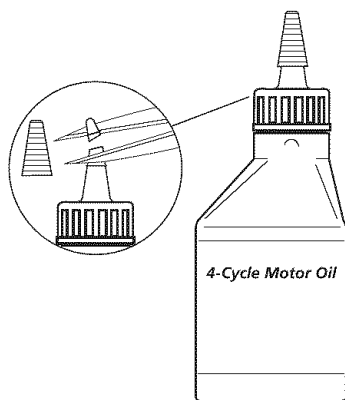

Fig. 5
Su unidad trae una botella de aceite SAE 30 SF, SG, SH de 90 ml (3,04 onzas fluidas) (Fig. 5).
1. Desensrosque la tapa de la botella de aceite y retire el sello de papel que cubre la apertura. Vuelva a colocar la tapa. Corte la punta de la boquilla del embudo (Fig. 5).